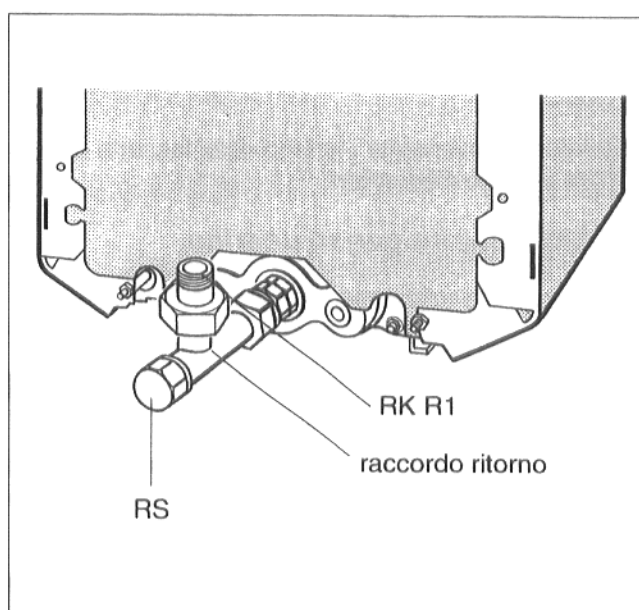

Fig. 11
- **Il ritorno dell'accumulatore-produttore di acqua calda sanitaria (RS) va sempre collegato al lato posteriore del raccordo, il ritorno della tubazione di riscaldamento (RK) all'uscita laterale del raccordo (Fig. 11).**
(Fig. 11 e 12)